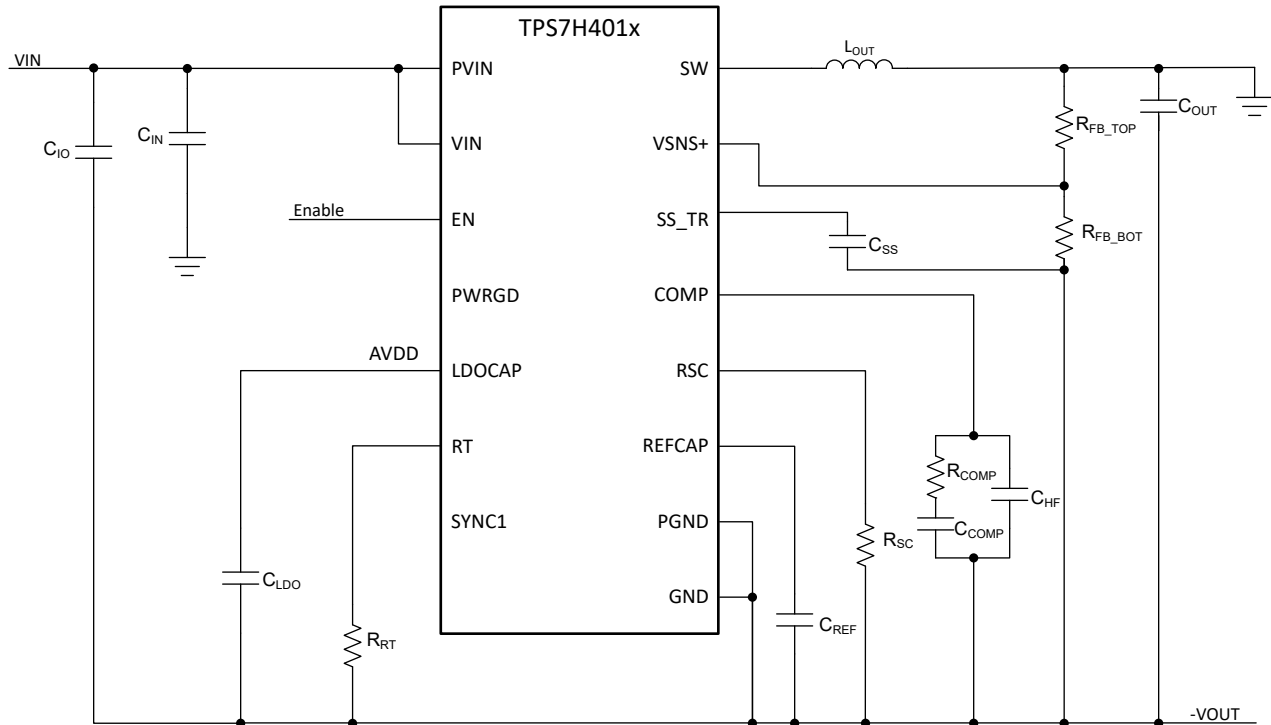

図 10-4. 反転昇降圧の概略回路図
TPS7H401x は、図 10-4 に示すように、負の出力電圧を生成する反転昇降圧として構成することができます。
- 図 10-4 の C_{IO} は、降圧コンバータで使用される標準の入力コンデンサです。 C_{IN} は、システムグランドを基準とした入力コンデンサで、レギュレータの入力に低インピーダンスパスを提供します。